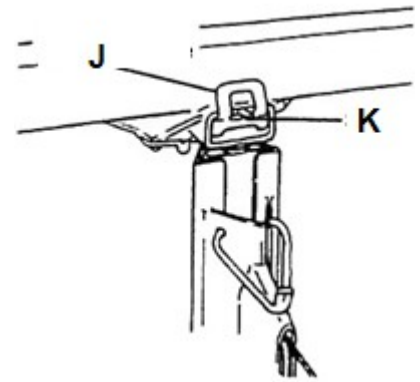

Figura 6
6. Atașați știftul la cadru (figura 6):